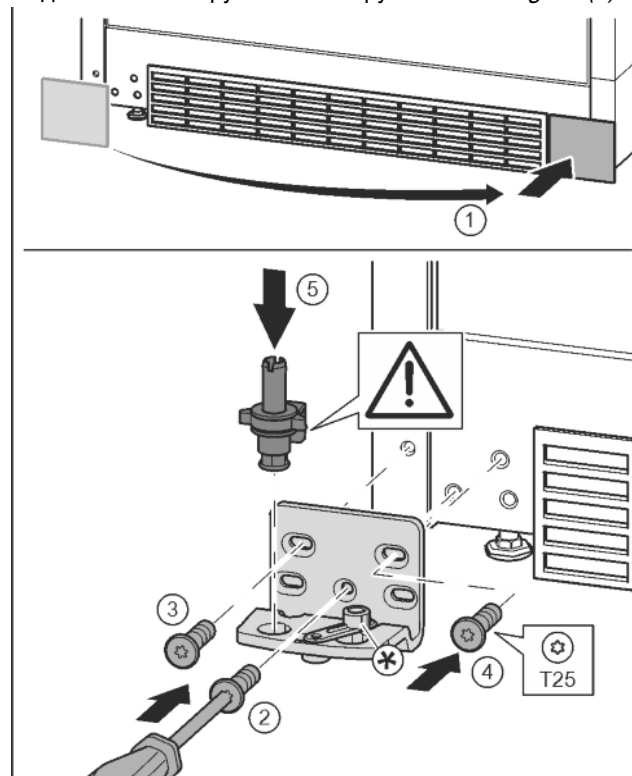

Fig. 17
- ▶ Зніміть кришку та встановіть її з іншого боку. Fig. 17 (1)
- ▶ Встановіть опорний кронштейн з іншого боку і закріпіть гвинтами за допомогою викрутки T25. Почніть із гвинта 2 знизу посередині. Fig. 17 (2)
- ▶ Закрутіть гвинти 3 та 4. Fig. 17 (3, 4)
- ▶ Вставте цілком опорний гвинт. При цьому виступ фіксатора повинен бути спрямований назад. Fig. 17 (5)